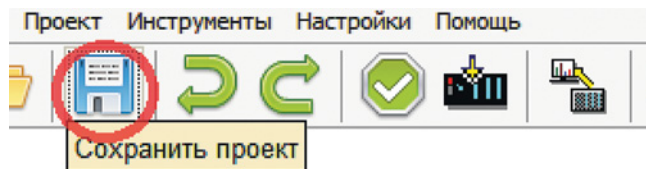

Рис. 6.21. Сохранение проекта в FLProg
10. Закройте среду Arduino IDE и сохраните проект в FLProg (рис. 6.21). Файл будет сохранен в собственном формате программы с расширением `.flp`.